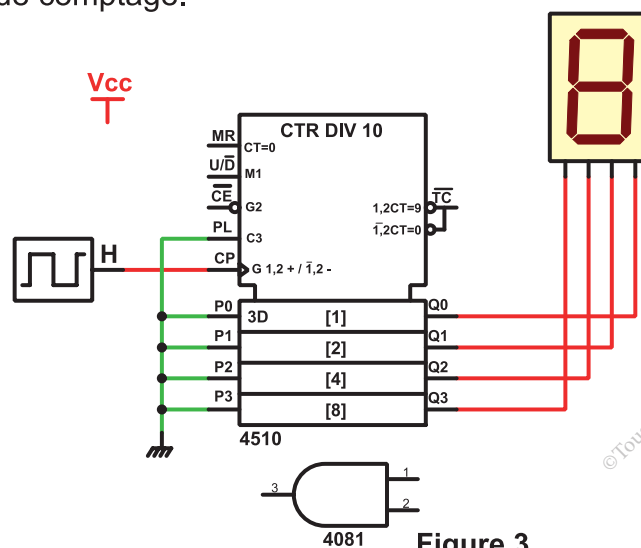
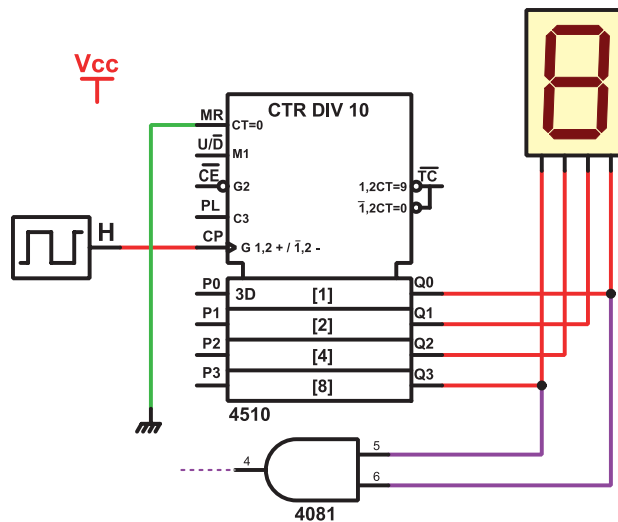

Figure 3
Figure 4
2.4. Compléter le montage de la figure 3 afin de concevoir le compteur désiré et d'afficher le cycle de comptage.
2.5. Modifier le montage de la figure 3 afin d'obtenir un décompteur de même modulo (figure 4).